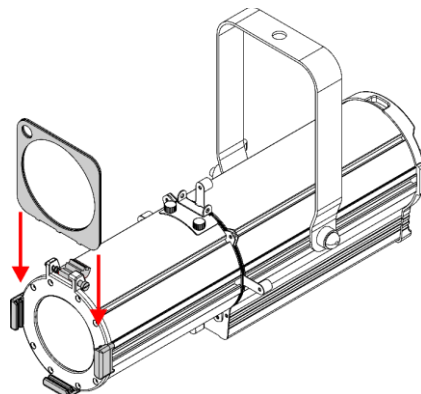

Fig. 07
- 03) Inserire il portagelatina negli appositi **supporti del portagelatina (04)** (vedere Fig. 07).